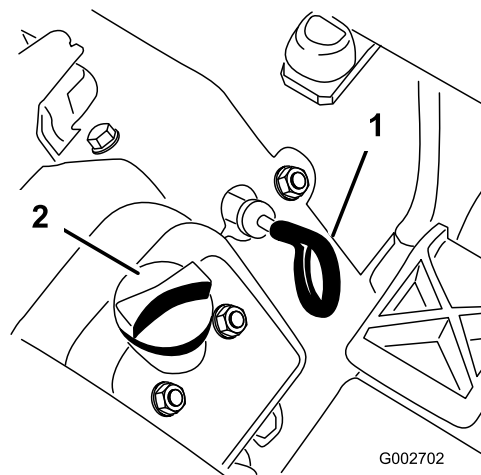

图 24
3. 为了防止灰尘、草屑等进入发动机应清洁加油盖和量油尺周围区域后再将其移除图 24。
4. 拉出量油尺图 24 并用干净的抹布擦拭。